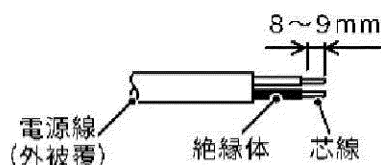
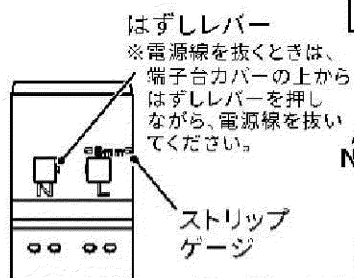

図1 電源線皮むき寸法
図2 端子台接続
- ①電源線の被覆を端子台カバーのストリップゲージに合わせてむいてください。(図1・図2)